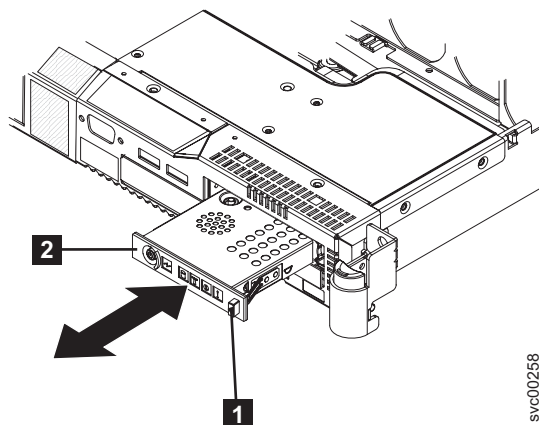

図 156. オペレーター情報パネルの解放
9. オペレーター情報パネル **2** 前面の解放ボタン (191 ページの図 156 の **1**) を押して、所定の位置でロックするまで前方に引っ張ります。